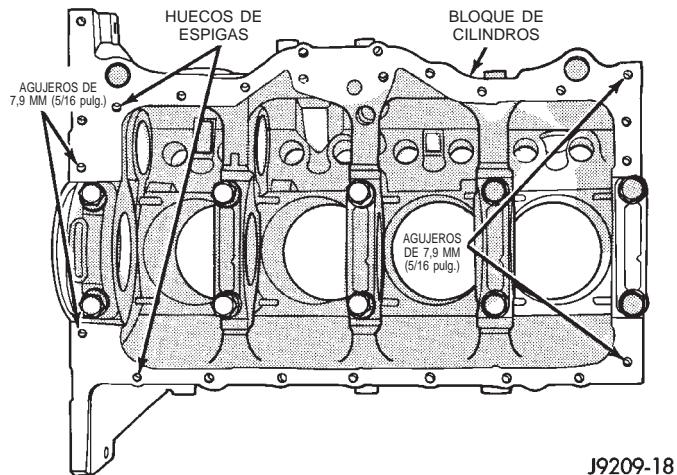

Fig. 59 Posición de las espigas en el bloque de cilindros
(3) Instale las dos espigas en la tapa del cárter de la distribución. Instale las otras dos espigas en el bloque de cilindros (Fig. 59).